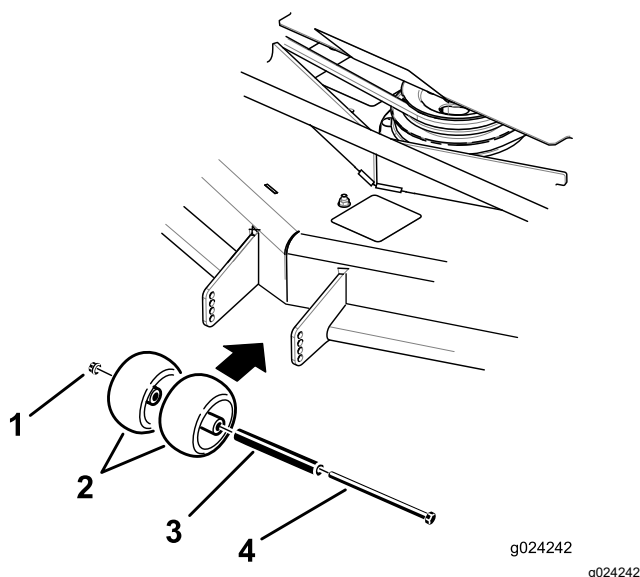
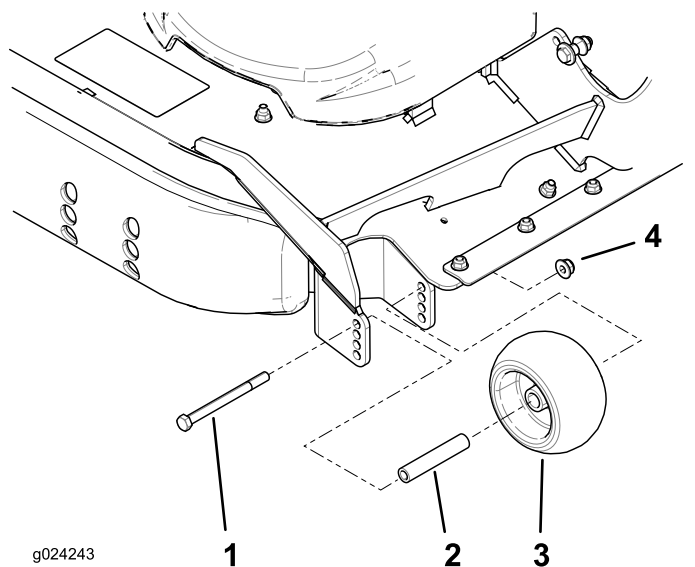

Figure 29
Figure 30
3. Réglez les galets anti-scalp comme montré à la Figure 29 et la Figure 30.